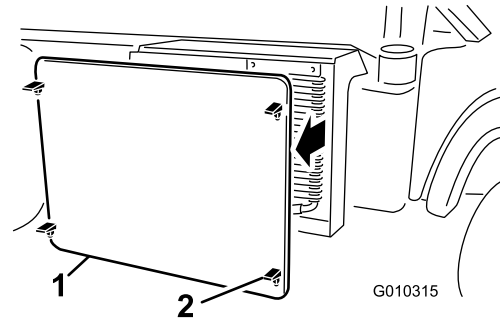

Figura 56
2. Abra los enganches y retire la rejilla del radiador de la parte delantera del radiador (Figura 56).